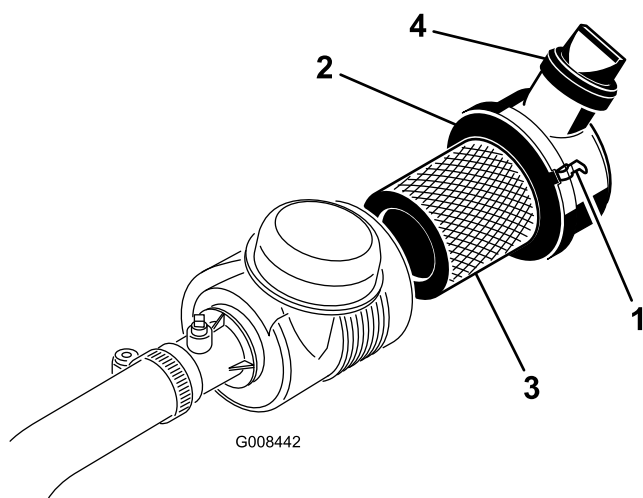

Figura 38
1. Abra los enganches que fijan la tapa del limpiador de aire a la carcasa del limpiador de aire (Figura 38).
6. Vuelva a colocar la tapa y fije los cierres (Figura 38).